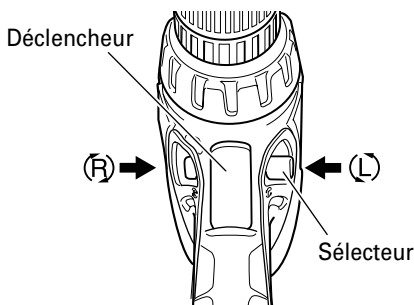

Fig. 11
La mèche tourne dans le sens horaire (vu de l'arrière) quand on appuie sur côté-R du sélecteur. En appuyant sur côté-L du sélecteur la mèche tourne dans le sens anti-horaire (Voir Fig. 11). (Des repères (L) et (R) sont prévus sur le bouton du sélecteur.)